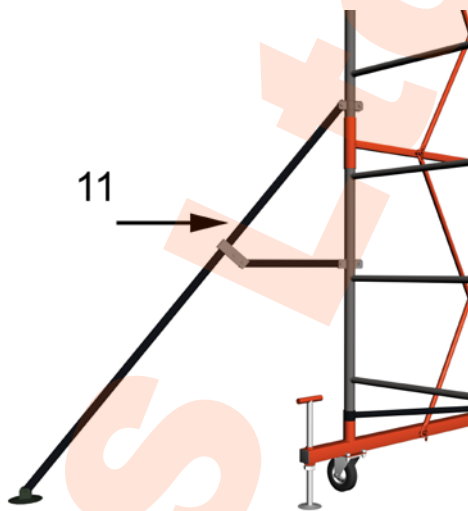

Рис.4
4.3. Сборка стабилизаторов. (Рис.4)